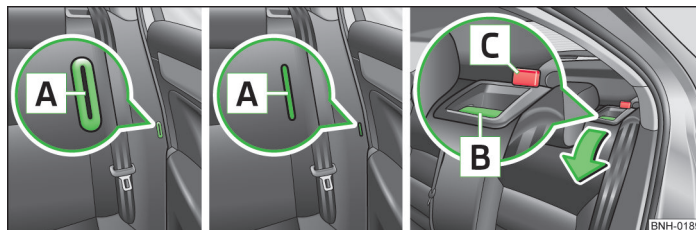

Fig. 40 Deschidere pentru introducerea elementului de prindere: Rapid / Rapid Spaceback / Rabaterea spre înainte a spătarului
- Introduceți clema de fixare a centurii de siguranță în orificiul **A** » fig. 40 de pe partea respectivă a autovehiculului - poziție de siguranță.